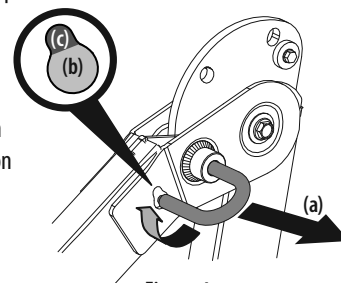

Figure 4
1. Tirez sur la partie supérieure de la structure de protection anti-retournement pour pouvoir retirer la goupille de verrouillage (a) de la position verrouillée (b). Tournez-la dans la position de réglage (c). Répétez l'opération pour l'autre goupille. Voir Figure 4.